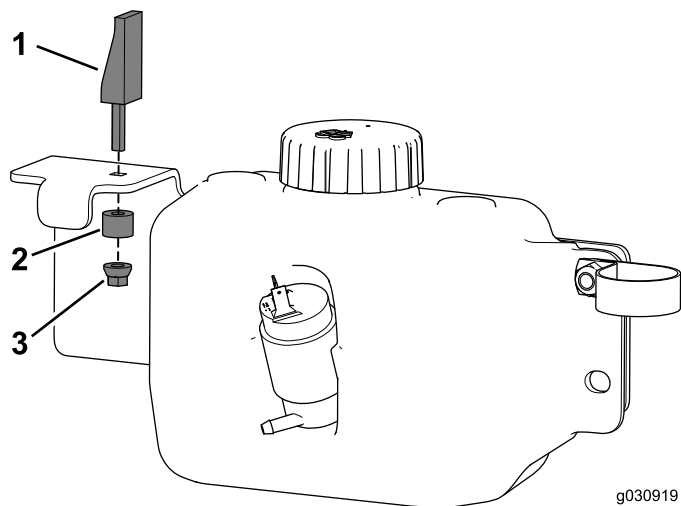

Figura 33
4. Montate il gruppo di fissaggio a espansione sul supporto del serbatoio (Figura 33).